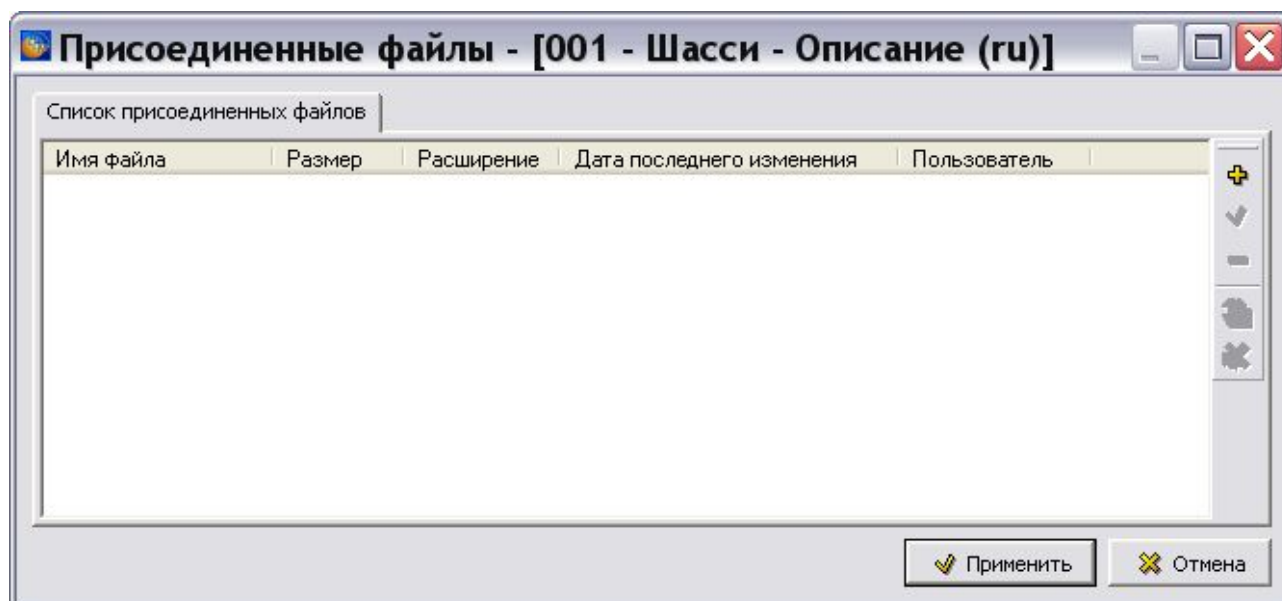

Рис. 3.7
2. Нажмите на кнопку . После этого откроется окно **Присоединенные файлы** (Рис. 3.7).